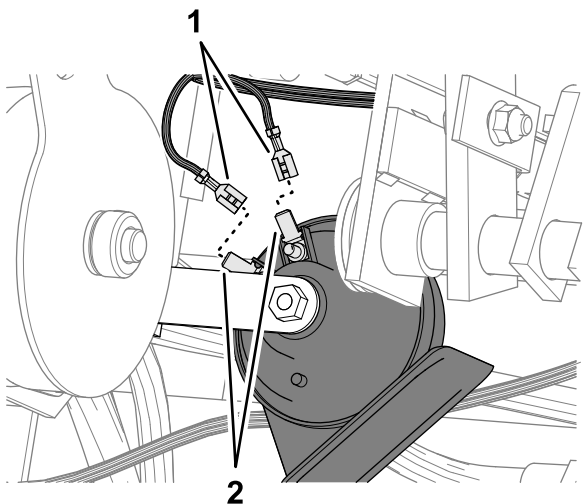

**Bild 15**
1. Verlegen Sie den Kit-Kabelbaum nach hinten, entlang des Fahrtriebszugs (Bild 15).